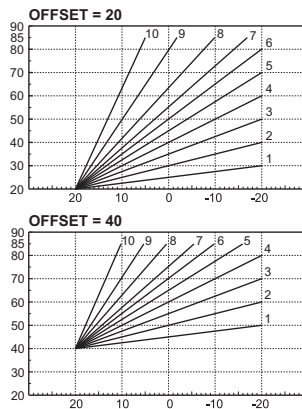

fig. 25 - Esempio di spostamento parallelo delle curve di compensazione
**Offset:** Entrando in questo sotto-menu si accede allo spostamento parallelo delle curve tramite i tasti  e  **sanitario**. Fare riferimento alla fig. 25 per le caratteristiche.